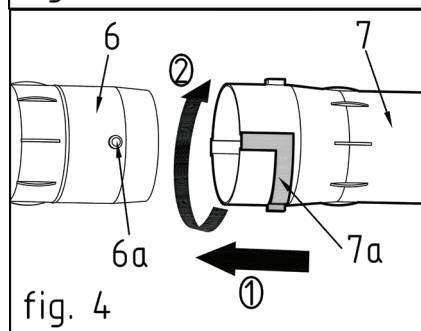

fig. 4
1.4 Подсоединение сопла (рис. 4)
- Совместите штифт (6a) и прорезь (7a) и наденьте насадку (7) на промежуточную трубку (6) (шаг 1).